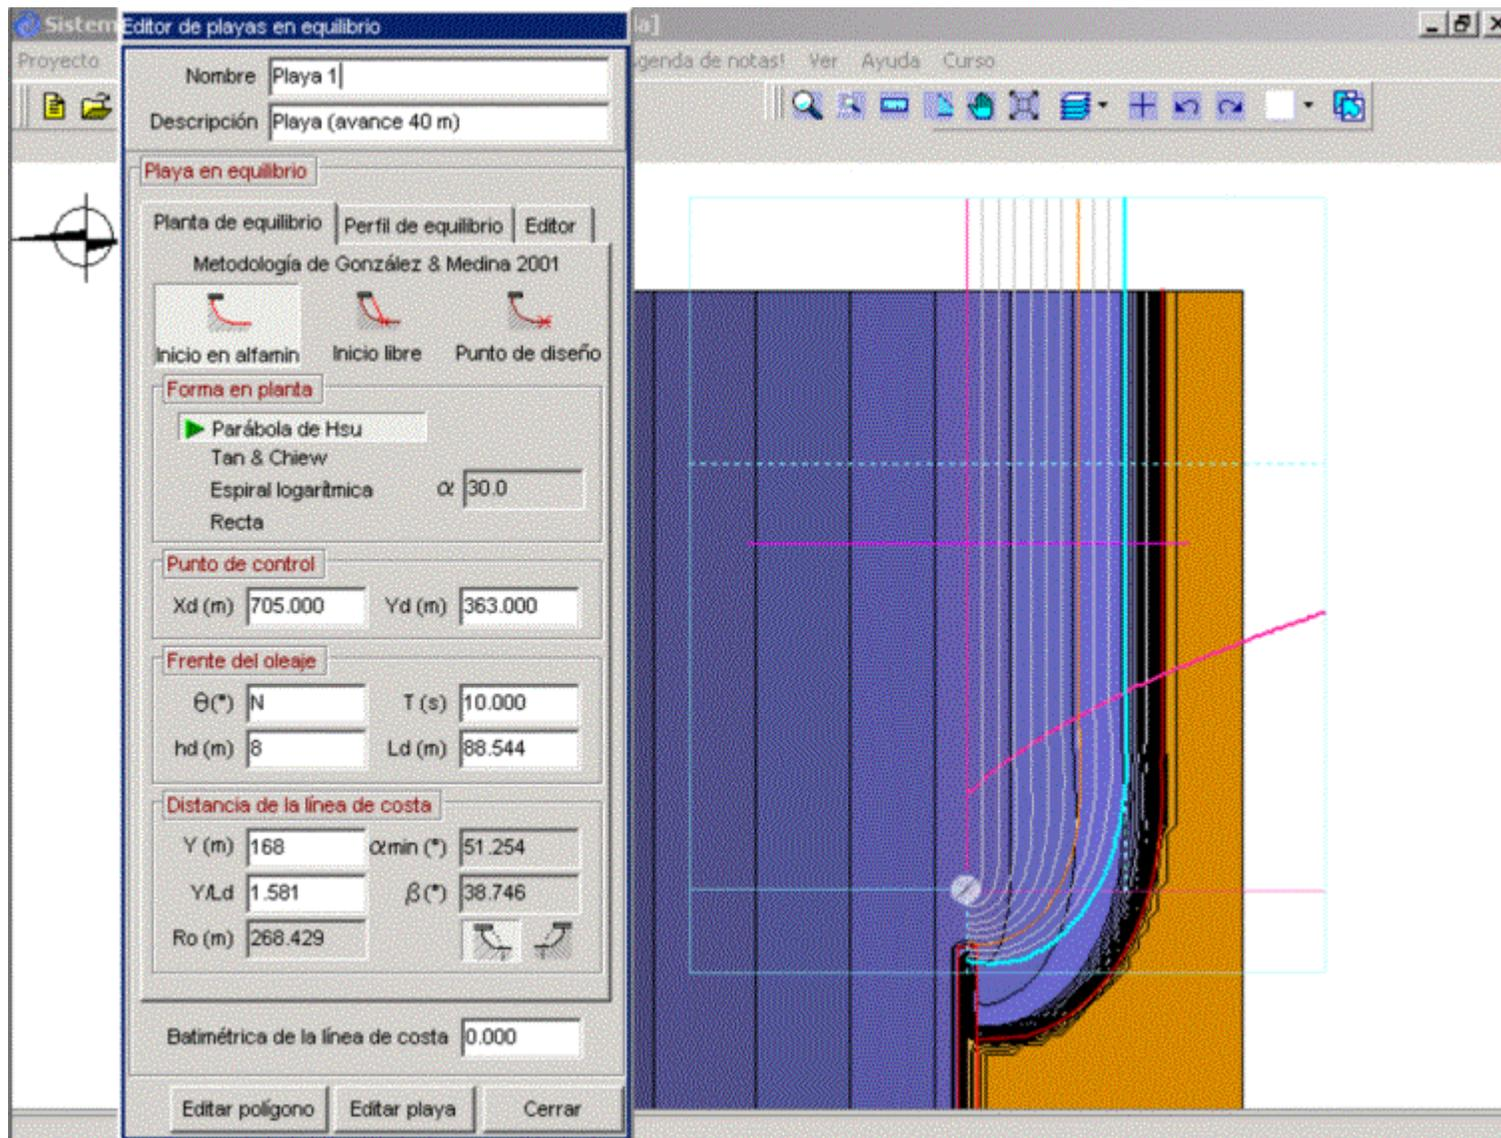

Figura 7.6
- Extender los límites laterales de la playa (líneas azules), tal como se muestra en la figura 7.6 (utilizar la ayuda del zoom mediante el botón (6) o la mano de desplazamiento del botón (10)). Cuando se activa alguna de las herramientas de dibujo del plano (zoom, regla, desplazamientos, etc.) se pierde el modo de edición de la playa, para recuperarlo se debe pulsar el botón “Editar playa” dentro del editor de playas en equilibrio. En el caso de que éste se encuentre cerrado, es necesario entrar de nuevo en el editor del plano de trabajo y seleccionar el polígono correspondiente (polígono 0 en este caso), en ese momento aparecerá de nuevo el editor de playas. Este procedimiento se debe realizar cada vez que se desee acceder a una playa ya existente. Otra alternativa más rápida es utilizar la combinación: [shift] + botón izquierdo del ratón, picando sobre el punto de control;
- Luego desplazar y ubicar la línea violeta del perfil de playa, tal como se muestra en la figura 7.6;
- Estando localizados en el editor de playas en equilibrio (subpágina de planta de equilibrio), teclear los parámetros que aparezcan diferentes a los que se presentan en la figura 7.6;